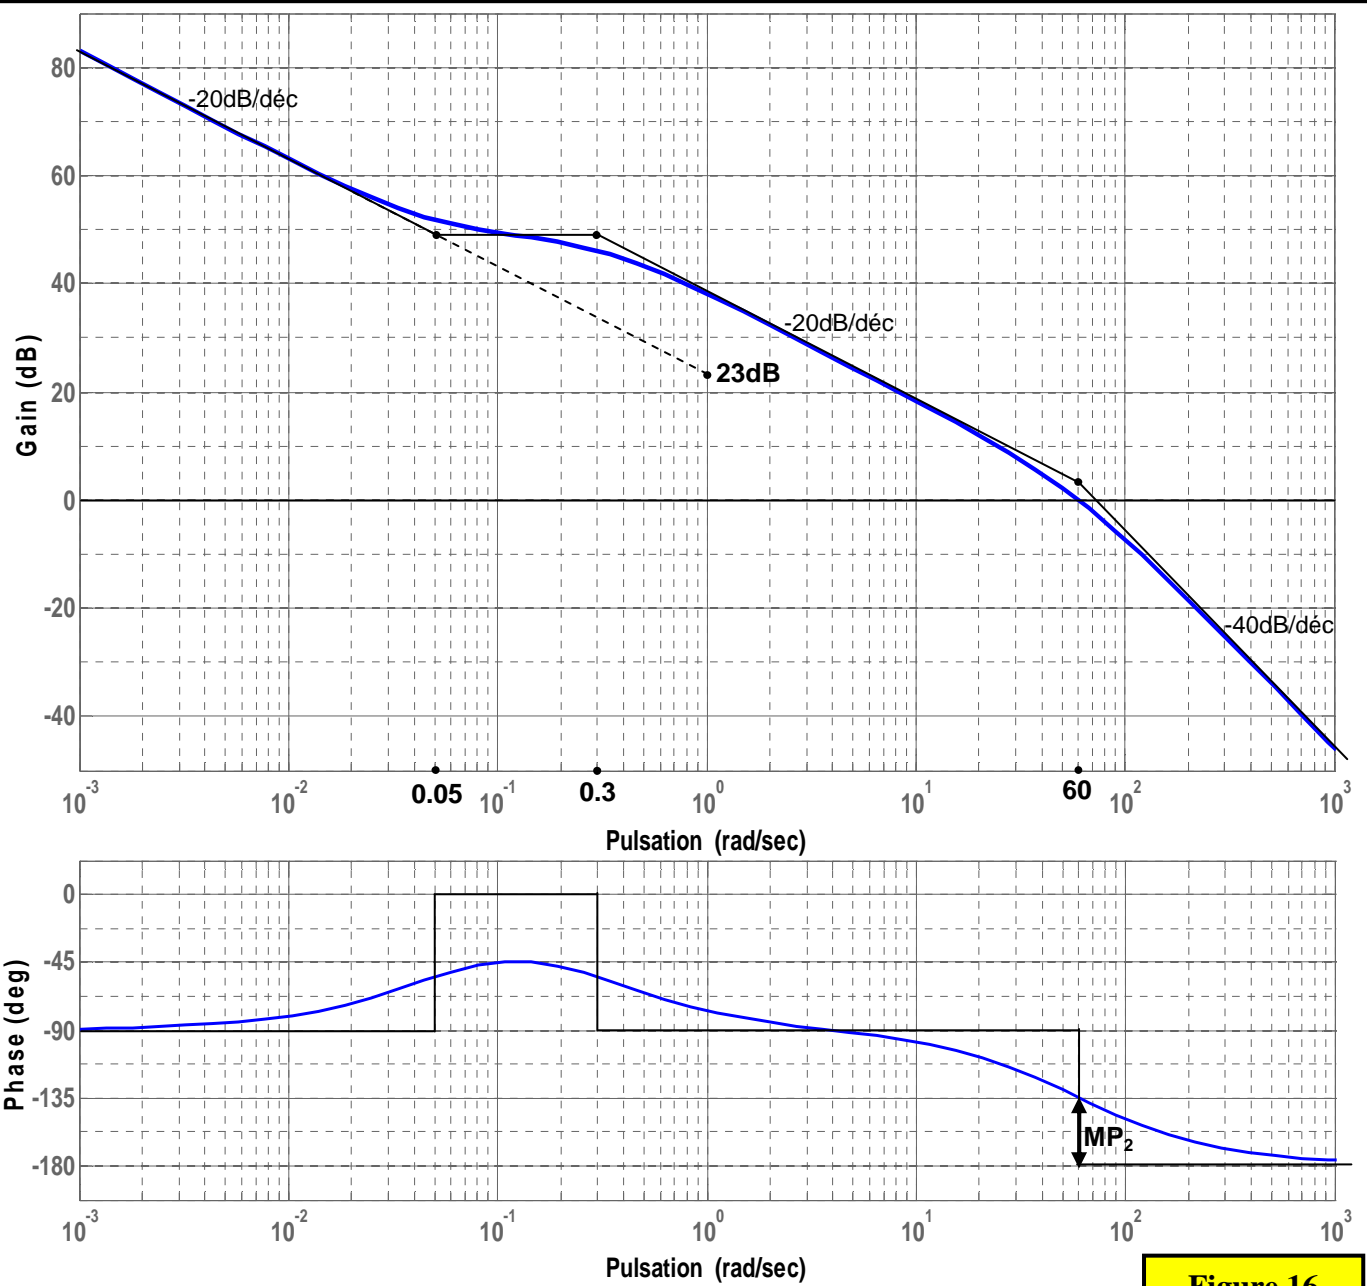

Figure 16
- d) Sur la figure 16 du document réponse DR5 tracer les diagrammes asymptotiques de Bode de gain et de phase de la fonction de transfert en boucle ouverte $H_{BO2}(p)$ du système, puis tracer la courbe réelle de gain et indiquer sur ce document la marge de phase MP_2 du système.
f) Voir **figure 16 document réponse DR4**